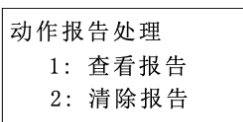

图 7-8 报告子菜单
7.2.4 “报告”:进行与报告相关的操作。本装置 FLASH 区可保存不少于 100 个最近发生的历史报告,该菜单分二个子菜单,如图 7-8 所示: